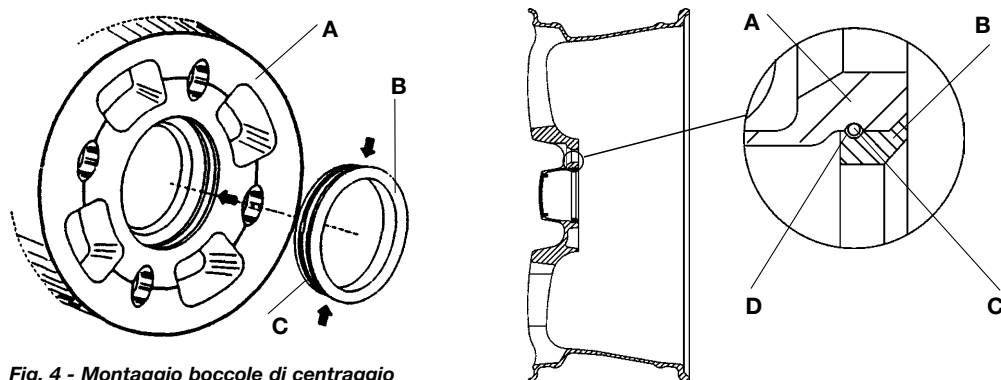

Fig. 4 - Montaggio boccole di centraggio
- Applicare la boccola di centraggio (B) sul mozzo della ruota (A), premendo con le dita l'anello elastico ad espansione (C) (fig.4)
- Verificare il corretto inserimento dell'anello elastico ad espansione (C) nella sede dedicata (D), determinato dal bloccaggio della boccola di centraggio nel mozzo della ruota (fig.4).